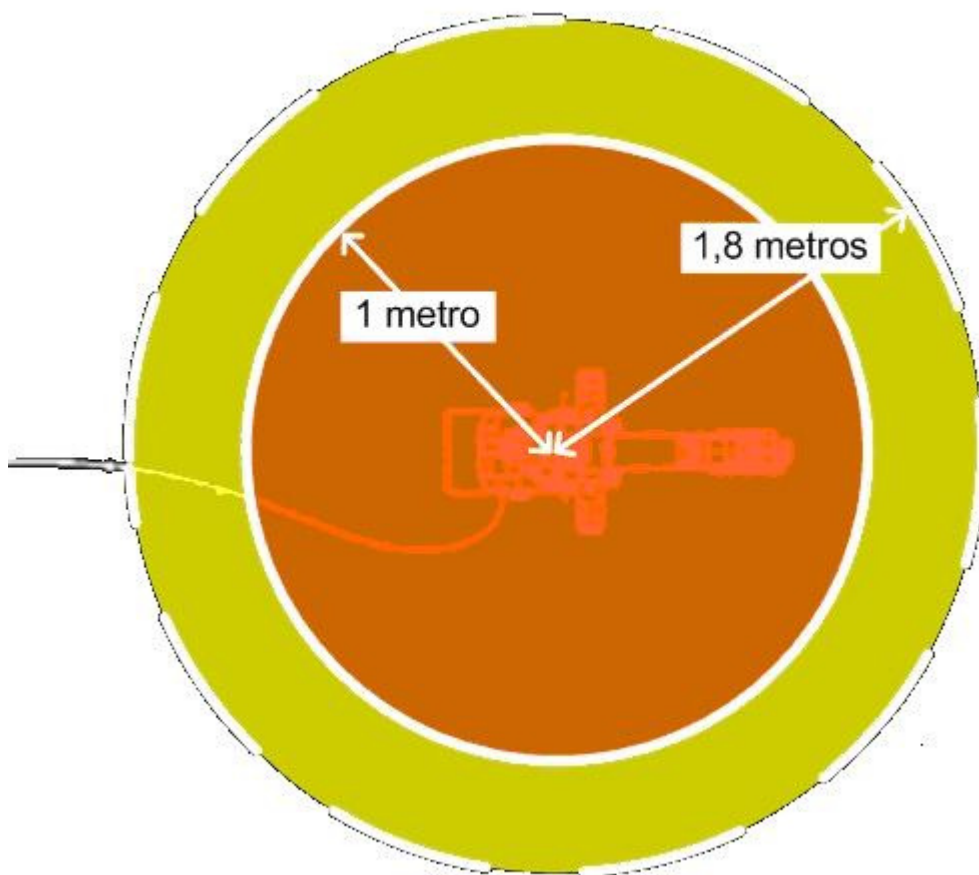

Figura 2 –.Distância de segurança a cumprir.
a) Deve ser sempre respeitada a distância de segurança indicada na Figura 2 a amarelo equivalente a 1 metro e 80 centímetros.